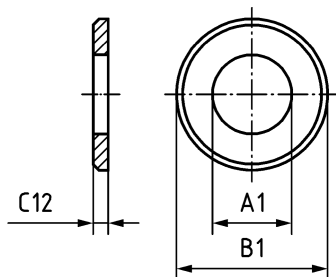

Bild 3 — ID = DIN-AAA764
- e) neu benummertes Bild 3 zur Sachmerkmal-Leiste Nr. 5 wurde überarbeitet;